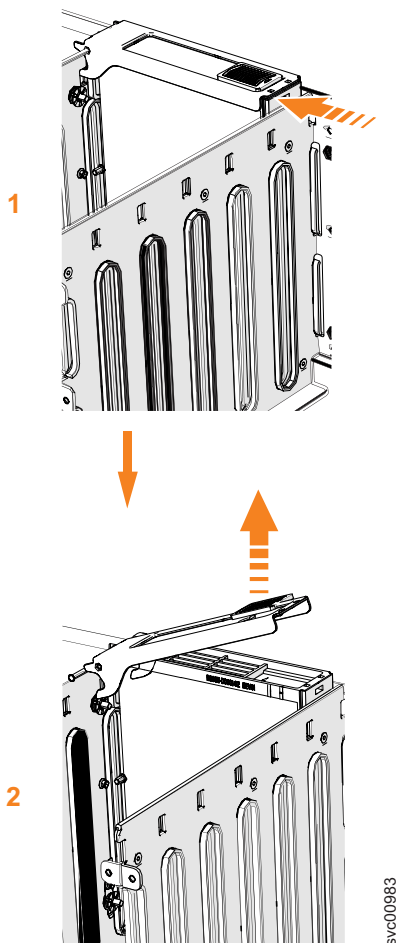

図 82. ディスク・ドライブの取り外し
5. 113 ページの図 82 に示すように、リリース・ラッチを前方にスライドします (**1**)。
6. ハンドルを持ち上げて (**2**), ドライブ・キャリアのロックを解除して区画から外します (図 82 を参照)。ラッチの底面の先端が完全に外れていることを確認してください。